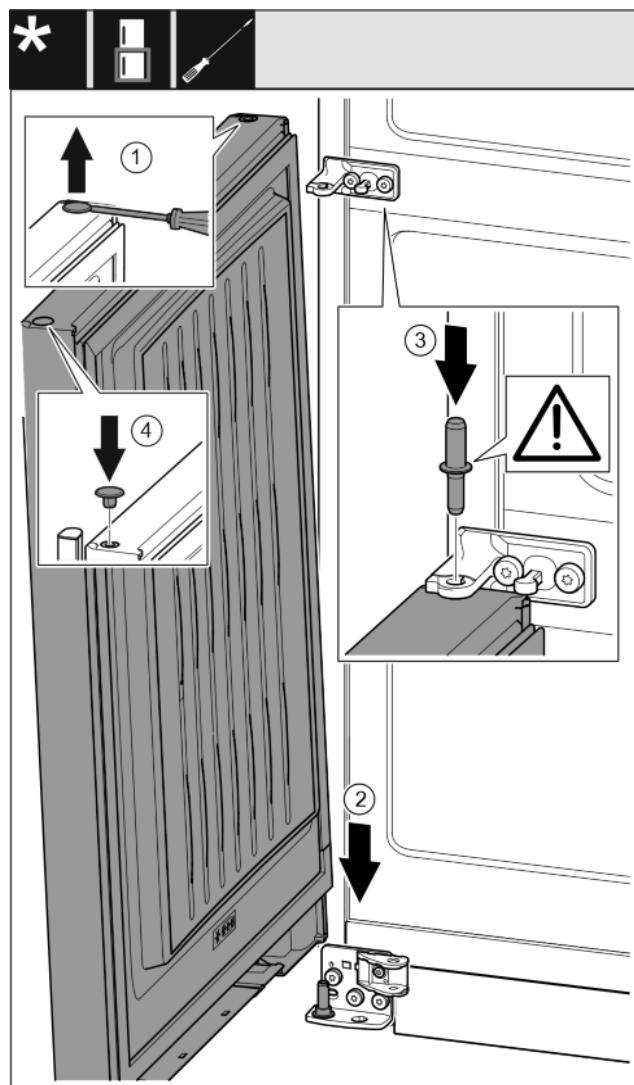

Fig. 32
- Ravnim odvijačem oprezno podignite čep i izvadite ga. Fig. 32 (1)
- Stavite vrata odozgo na donji svornjak ležaja. Fig. 32 (2)
- Umetnите srednji svornjak ležaja kroz srednji podložak ležaja u donja vrata. Pri tome pazite da je ispuštenje za blokiranje okrenuto prema otvara. Fig. 32 (3)
- Ponovo umetnite čep na drugoj strani vrata. Fig. 32 (4)